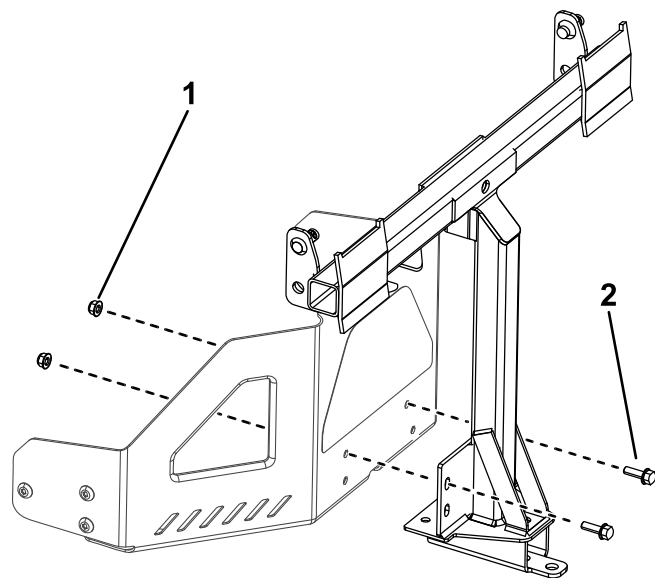

Figure 6
2. Montez le cadre pivotant sur le cadre de la machine comme montré à la Figure 6. Fixez le cadre pivotant à la machine au moyen de 2 boulons (5/16" x 1") et 2 contre-écrous (5/16").